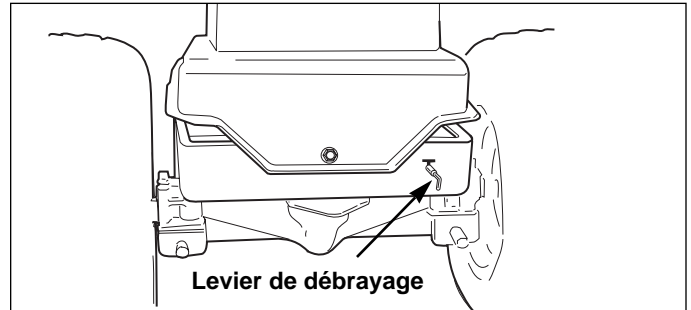

Figure 3. Levier de débrayage – Modèles hydrostatiques
2. Relever le levier de débrayage de la transmission, le tirer en arrière de 2,5 cm environ, puis le pousser vers le bas pour le verrouiller en position de débrayage (Figure 3).